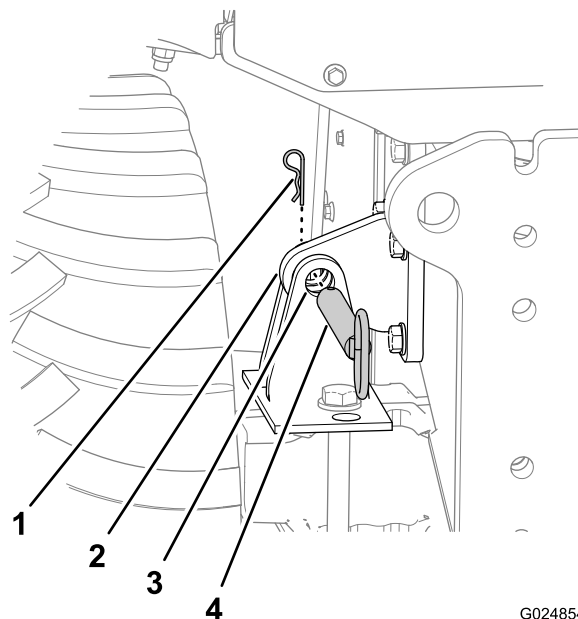

Figure 44
1. Enlevez la goupille fendue qui fixe la goupille de verrouillage d'inclinaison sur le support de verrouillage du châssis (Figure 44).
2. Sortez la goupille de verrouillage d'inclinaison des trous situés dans le support de verrouillage du châssis et le support de verrouillage d'essieu (Figure 44).
1. Utilisez la commande d'inclinaison pour aligner le trou dans le support de verrouillage du châssis et les trous dans le support de verrouillage d'essieu (Figure 44).
4. Insérez complètement la goupille de verrouillage d'inclinaison dans les trous du support de verrouillage du châssis et du support de verrouillage d'essieu (Figure 44).
5. Fixez la goupille de verrouillage d'inclinaison au support de verrouillage d'essieu avec la goupille fendue (Figure 44).